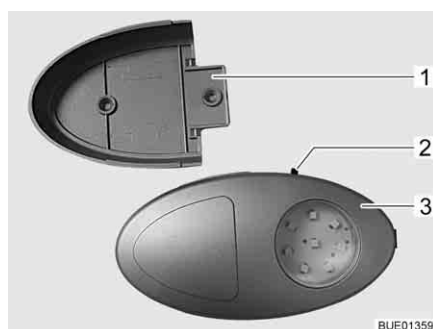

Fig. 45 Luce armadio guardaroba
- È possibile estrarre la luce armadio guardaroba dal supporto a vite (Fig. 45,1) e utilizzarla come torcia elettrica.
L'interruttore di accensione/spegnimento (Fig. 45,2) è montato direttamente sulla luce armadio guardaroba (Fig. 45,3).